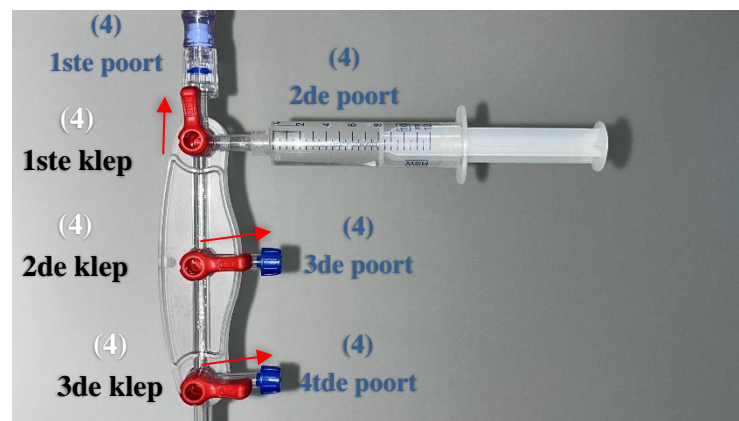

Fig. 26. Deze afbeelding hoort bij stap 4, 'Elutieprocedure' en laat de opstelling of de procedure zien om zoutzuur door de generator te laten lopen.
4. **Elutieprocedure:** De 2e en 3e klep van het kranenblok moeten worden gedraaid naar de instroomopening van de radionuclidegenerator. Draai de 1e klep 180 graden tegen de wijzers van de klok in naar de afgesloten stand. Vervolgens vloeit er 10 ml steriel, ultrazuiver 0,1 mol/l zoutzuur door de generator met een stroomsnelheid van hoogstens 2 ml/minuut (zie Fig. 26).